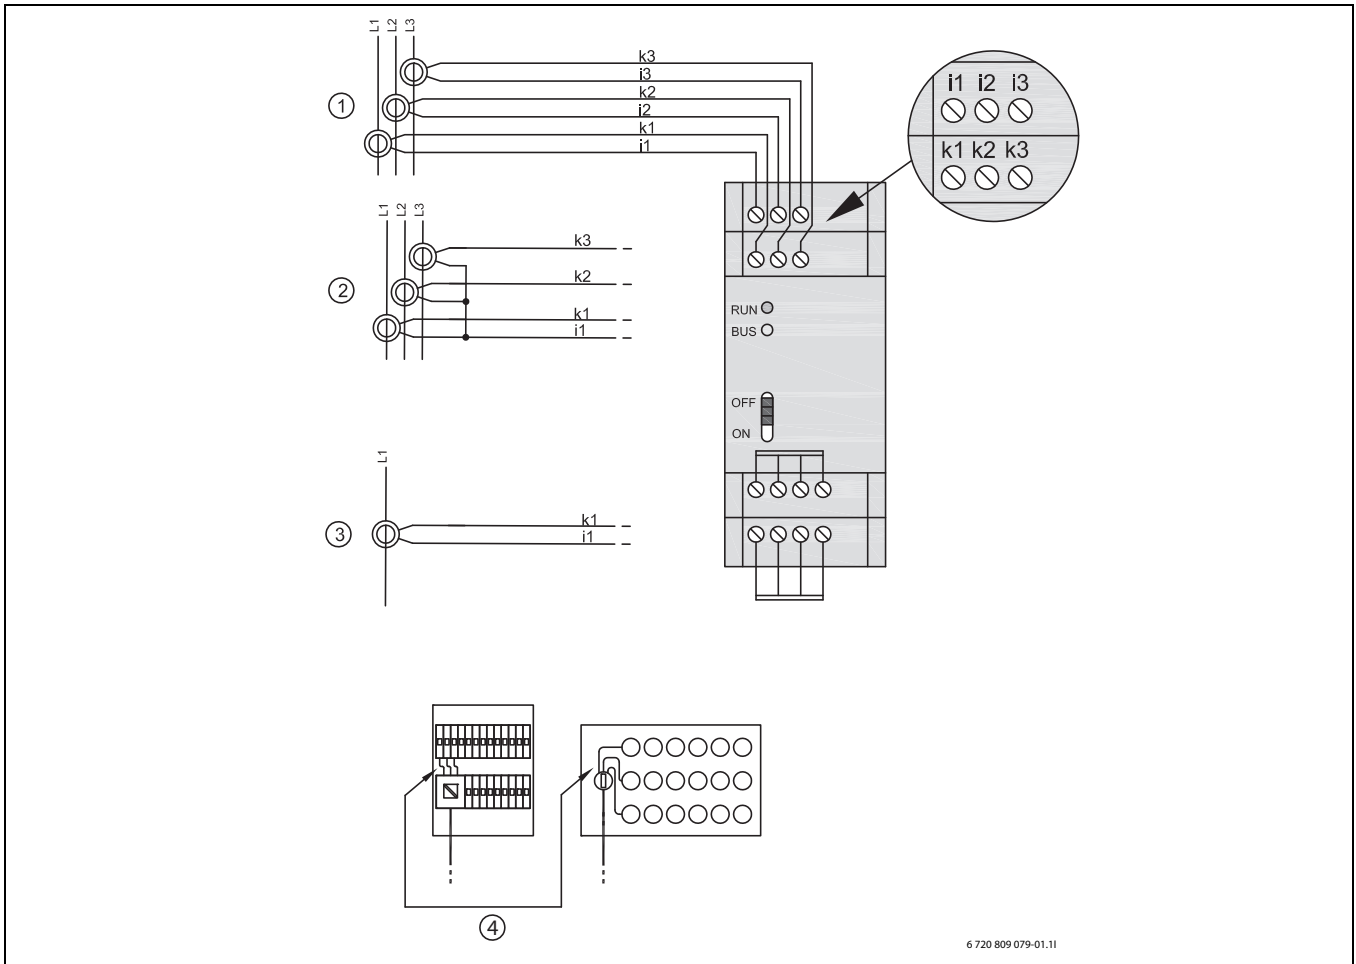

Fig. 1
- ▶ De drie meegeleverde transformatoren op de netleiding van het huis, zo mogelijk na de hoofdzekering monteren (→ [4] afb. 1, pagina 19).
- ▶ Transformator voor meting van de ingangsfase L1 in de vermogensbewaking op i1 en k1 aansluiten (→ [1] afb. 1, pagina 19).
- ▶ Transformator voor meting van de ingangsfase L2 in de vermogensbewaking op i2 en k2 aansluiten (→ [1] afb. 1, pagina 19).
- ▶ Transformator voor meting van de ingangsfase L3 in de vermogensbewaking op i3 en k3 aansluiten (→ [1] afb. 1, pagina 19).
- ▶ Bij eenfasige aansluiting alleen k1 en i1 bezetten (→ [3] afb. 1, pagina 19).
Wanneer de vermogensbewaking buiten de huisaansluitkast wordt gemonteerd, moeten de transformator-kabels op de aansluitkast worden gevoerd. Omdat alle drie GND-klemmen van de vermogensbewaking intern op de printplaat zijn overbrugd, zijn 4-draadskabels tussen aansluitkast en vermogensbewaking voldoende (→ [2] afb. 1, pagina 19).
- ▶ Monter les trois transformateurs joints sur le câble secteur de la maison, si possible derrière le fusible principal (→ [4] fig. 1, page 19).
- ▶ Raccorder à i1 et k1 le transformateur servant à la mesure de la phase d'entrée L1 dans le délesteur (→ [1] fig. 1, page 19).
- ▶ Raccorder à i2 et k2 le transformateur servant à la mesure de la phase d'entrée L2 dans le délesteur (→ [1] fig. 1, page 19).
- ▶ Raccorder à i3 et k3 le transformateur servant à la mesure de la phase d'entrée L3 dans le délesteur (→ [1] fig. 1, page 19).
- ▶ En cas de raccordement monophasé, occuper uniquement k1 et i1 (→ [3] fig. 1, page 19).
Si le délesteur est monté à l'extérieur de l'armoire de raccordement de la maison, les câbles des transformateurs doivent être épissurés au niveau de l'armoire de raccordement. Les trois bornes GND du délesteur étant pontées de façon interne sur la carte du circuit imprimé, des câbles à 4 conducteurs suffisent entre l'armoire de raccordement et le délesteur (→ [2] fig. 1, page 19).